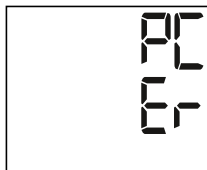

Fig. 2
- Se os dados não tiverem sido corretamente transferidos, a mensagem de erro apresentada na Fig. 2 surge no visor do tensiómetro.